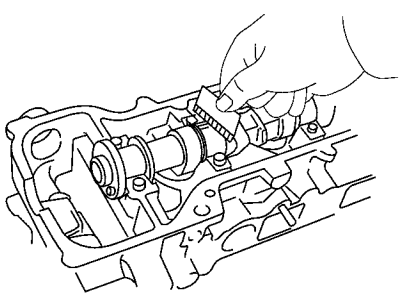

图 1-54 拆下轴承盖，在测隙规最宽处测量
4) 拆下轴承盖，在塑料的最宽处进行测量，如图 1-54 所示。